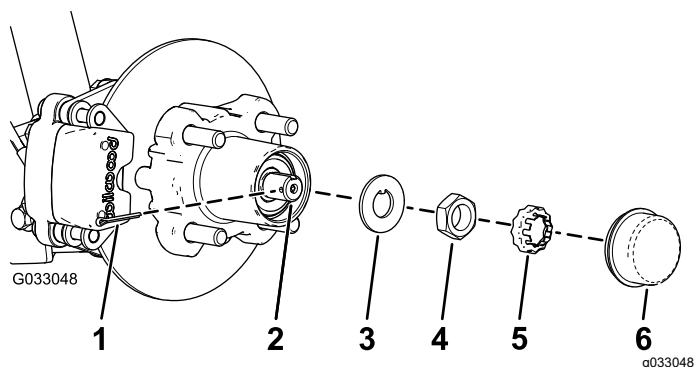
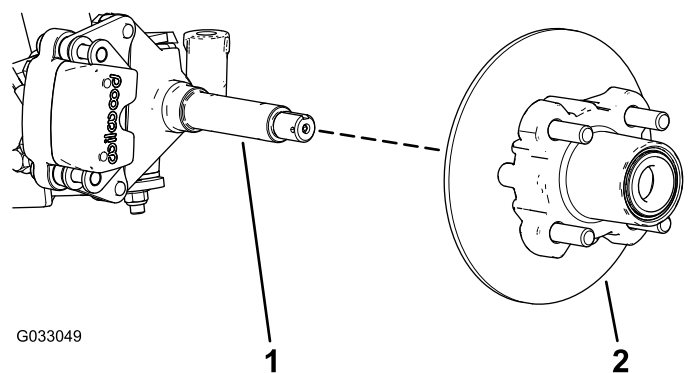

Figure 23
Figure 24
4. Déposez le couvre-moyeu du moyeu (Figure 23).
5. Retirez la goupille fendue et l'arrêt d'écrou de la fusée et de son écrou (Figure 23).
6. Retirez l'écrou de la fusée et déposez l'ensemble moyeu et disque de la fusée (Figure 23 et Figure 24).